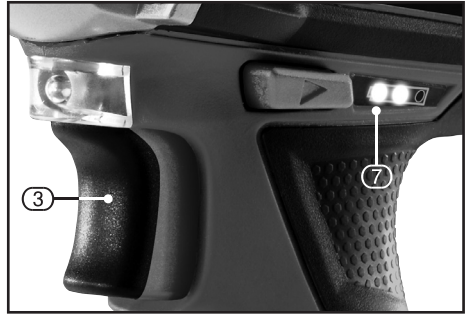

FIG.3
8.3 VARIABLE SPEED TRIGGER – FIG.3
8.4 BATTERY PACK CHARGE STATUS – FIG.3